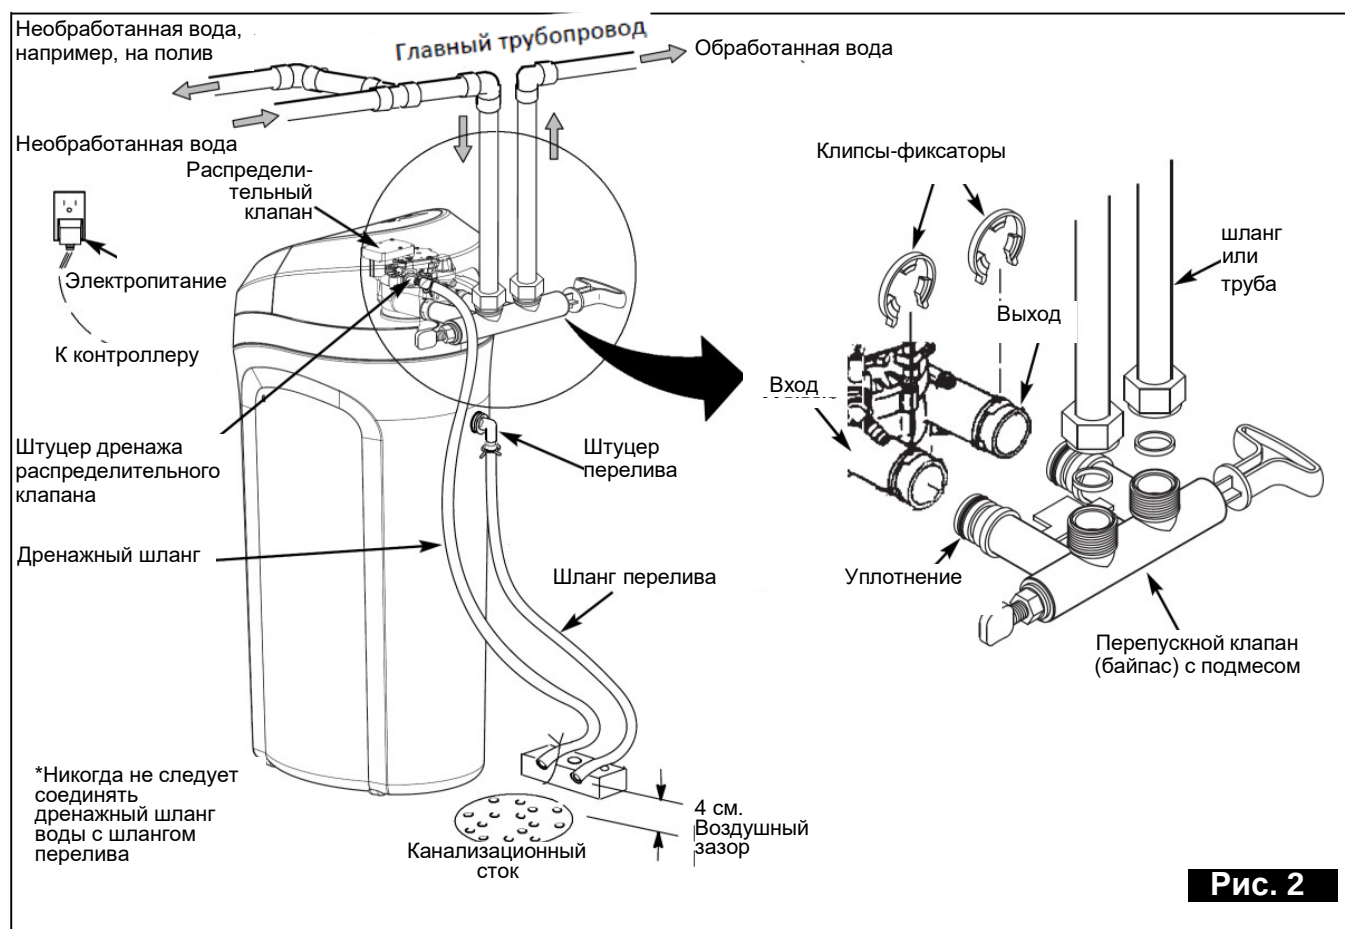

Рис. 2
- С целью подключения к умягчителю системы дренажа от управляющего клапана, следует использовать шланг, который поставляется вместе с устройством, другой толстостенный шланг подходящего диаметра или жесткий трубопровод. Один конец которого необходимо присоединить к выпускному патрубку дренажа, находящемуся в задней части управляющего клапана, второй – подвести к канализационному стоку (см. рис. 2). Между концом шланга и отверстием стока воды должен быть промежуток мин. 4 см. Это предотвратит возможность всасывания нечистот через устройство.
- Резиновую муфту вставить в отверстие рассольного бака (сзади) так, чтобы часть ее находилась внутри, а часть - снаружи бака (рис.2);